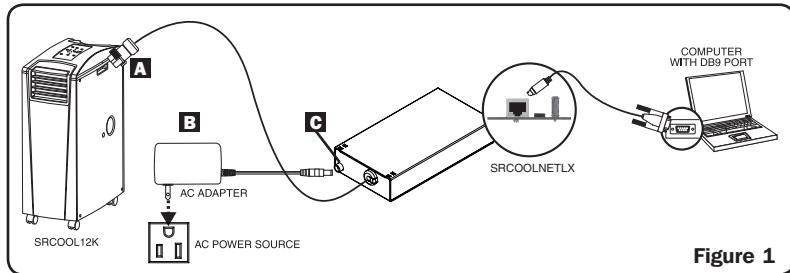

Figure 1
**2-1 Brancher le SRCOOLNETLX au SRCOOL12K ou au SRXCOOL12K(B) :** En utilisant le connecteur dédié  A, brancher le SRCOOLNET au port de communication sur le côté du refroidisseur localisé (consulter la Figure 1 dans la section **3-3**).
**2-2 Brancher le SRCOOLNETLX à la source d'alimentation :** Brancher l'adaptateur CA **B** au SRCOOLNETLX via le port étiqueté « DC Power » **C** (alimentation CC), puis brancher l'autre extrémité dans une source d'alimentation CA (consulter la Figure 1 dans la section **3-3**).